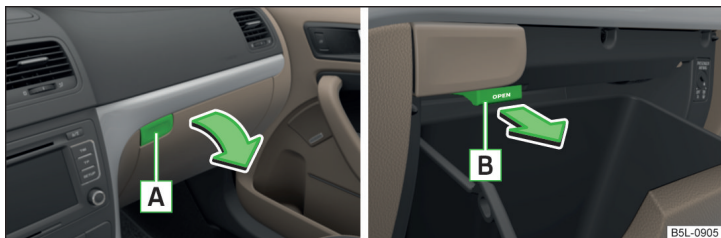

Fig. 88 Deschiderea compartimentului de depozitare/ deschiderea admisiei aerului
- Pentru **deschidere** apăsați butonul **A**. Capacul se deschide în sensul săgeții » fig. 88.
- Pentru **deschidere**, trageți maneta **B** în sensul săgeții, până la limită » fig. 88.